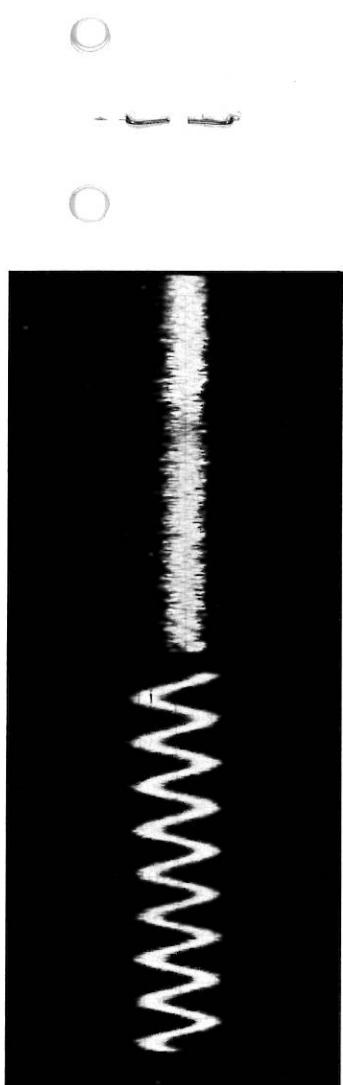

Abb. 1 Kontrolle der Empfängerempfindlichkeit
Der HF-Spannungsteiler ⑫ und ⑬ ist soweit zurückzudrehen, daß auf dem Oszilloskopbild nur mehr das Rauschen des Empfängers sichtbar ist. Am Oszilloskopbild ist die Rauschamplitude auf z. B. 1 cm einzustellen und mit dem HF-Spannungsteiler ⑬ das HF-Signal soweit zu erhöhen, bis die Signalamplitude den doppelten Wert (z. B. 2 cm) der Rauschamplitude auf dem Oszilloskopbild beträgt (Abb. 1).